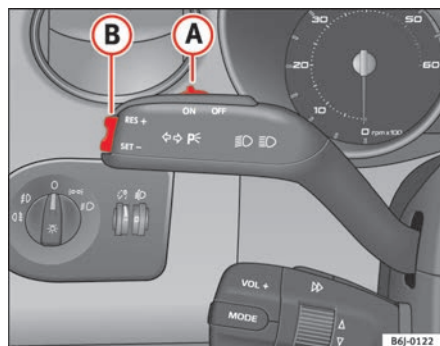

Fig. 105 Alavanca dos indicadores de direcção e máximos: comando e interruptor basculante para o regulador de velocidade
- Premir a parte superior do botão basculante **RES** ⇒ fig. 105 **B** para aumentar a velocidade. Enquanto o botão basculante estiver a ser premido, o veículo é acelerado. Soltando o botão basculante, fica memorizada a nova velocidade.
Se se reduzir a velocidade com o pedal do travão, desliga-se o regulador da velocidade. Premindo uma vez a parte superior do interruptor basculante **RES+** ⇒ fig. 105 **B**, pode retomar-se a regulação.